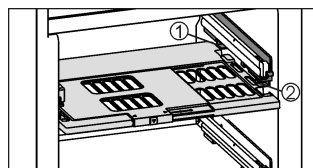

Fig. 6
- ▶ Introduire la plaque de régulation de l'humidité : insérer les travers du couvercle de la plaque par le bas dans le support arrière Fig. 6 (1) et encliquer devant dans le support Fig. 6 (2).